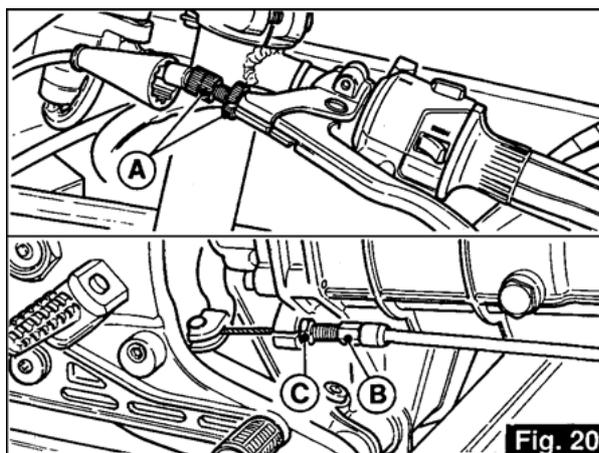

Fig. 20
5.1 RÉGLAGE DU LEVIER D'EMBAYAGE (fig. 20)